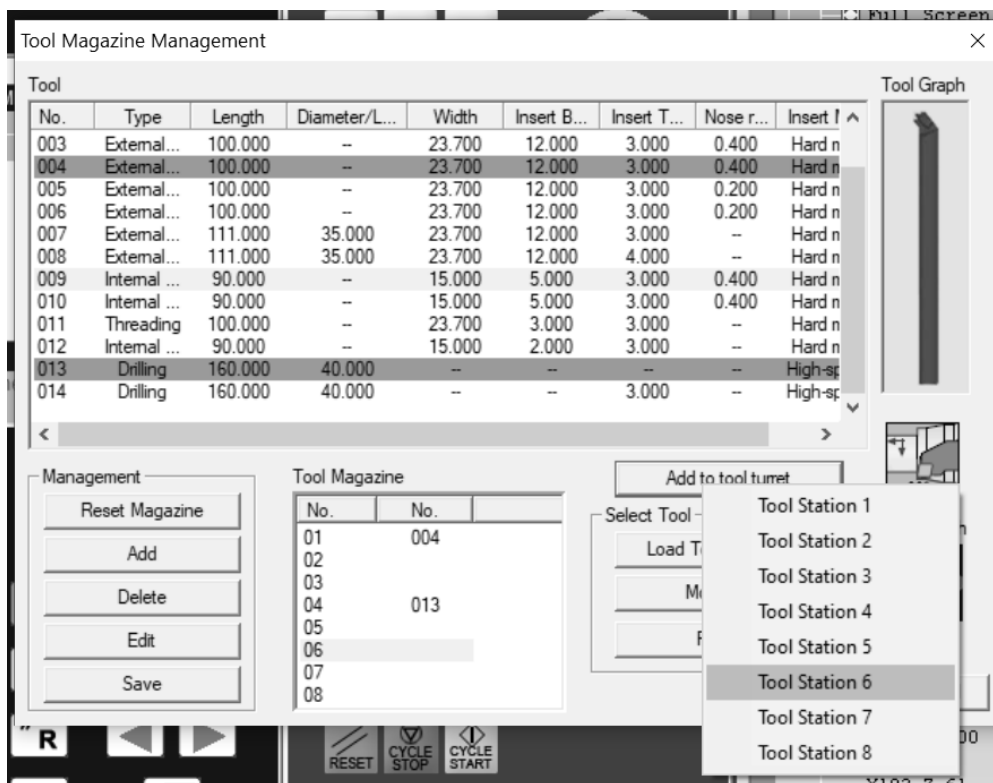

Рисунок 2.13 – Загрузка токарного расточного резца в позицию Т6 револьверной ГОЛОВКИ
5.7 Выбрать для позиции Т6 токарный расточной резец и загрузить инструмент в револьверную головку (рисунок 2.13).